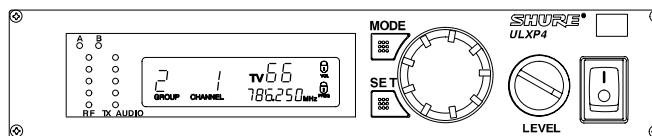

FIGURE 45
3. Pour activer la ou les icônes de verrouillage clignotantes, appuyer sur le bouton «SET». L'affichage revient au mode par défaut et l'icône de verrouillage apparaît sur tous les écrans d'affichage. Voir figure 45.